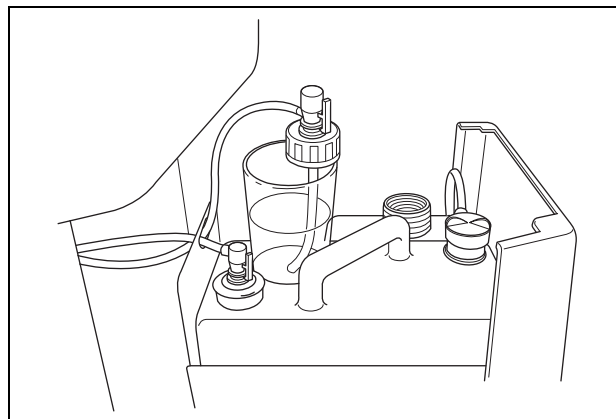

Рис. 7.94
9. Поместите снятую крышку в контейнер с раствором дезинфицирующего средства (см. Рис. 7.94).